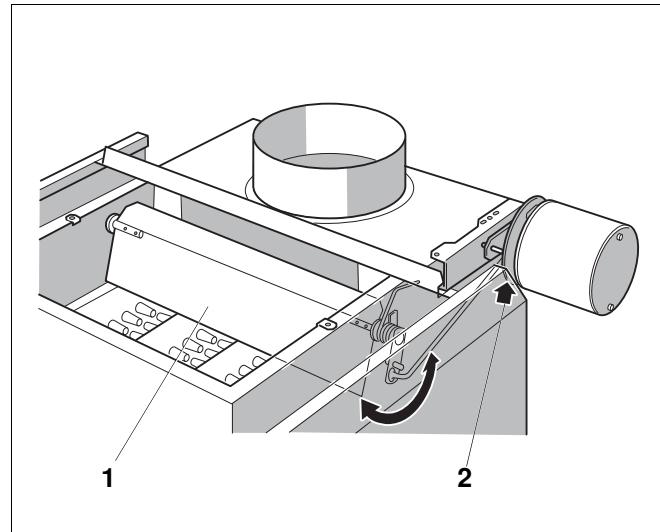

Рис. 31 Запорный клапан дымовых газов в положении "Закрыто"
- При запросе на покрытие тепловой нагрузки запорный клапан дымовых газов (Рис. 31, **поз. 1**) должен переходить в положение "Открыто". Проконтролируйте это по движению рычажка (Рис. 31, **поз. 2**). Только когда полностью будет достигнуто положение "Открыто", можно включать газовую горелку.